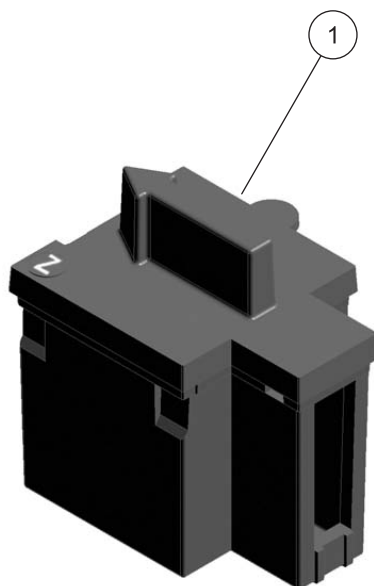

Abbildung 4 Küvettenadapter Z
2. Setzen Sie den Adapter für Messungen mit der 11 mm Rundküvette und/oder 10 mm Rechteckküvette so ein, dass der Pfeil auf der Oberseite des Adapters nach links (Abbildung 4) zeigt und dass die Ausrichtlasche in die Rille in der Schachtöffnung passt.